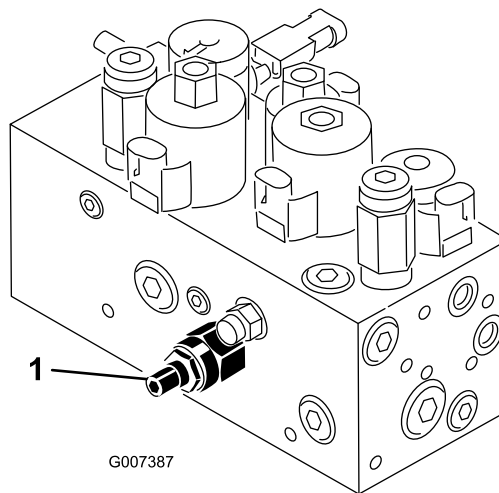

Figura 49
El circuito de elevación/bajada de la unidad de corte está equipado con una válvula de control de flujo (Figura 49). Esta válvula viene ajustada de fábrica, pero es posible que sea necesario ajustarla para compensar diferencias en la temperatura del aceite hidráulico, velocidad de siega, accesorios, etc. Si es necesario ajustarla, proceda de la manera siguiente:
1. Levante el asiento y localice la válvula de control de flujo del bastidor de tiro central (Figura 49), situada en el lateral del colector hidráulico.